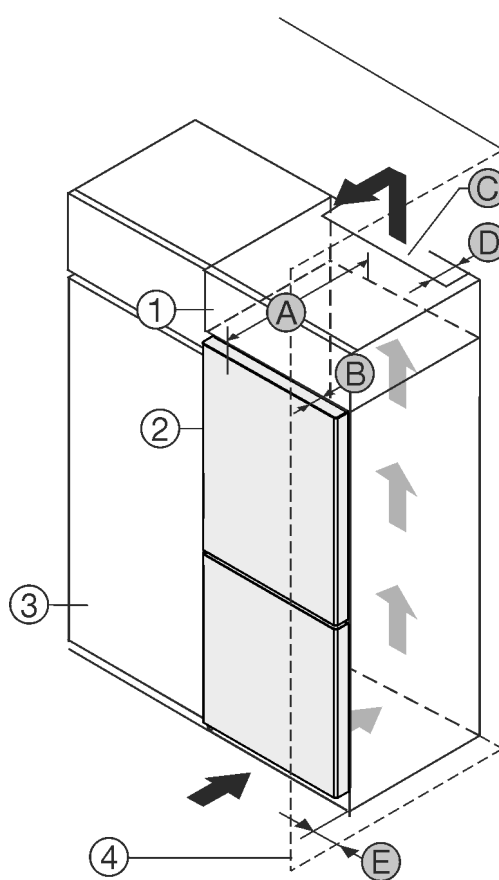

Fig. 1
Můžete přístroj nainstalovat přímo vedle kuchyňské skřínky Fig. 1 (3)*
Na zadní straně nastavné skřínky musí být větrací šachta hluboká Fig. 1 (D) přes celou šířku nastavné skřínky.*
Pod stropem místnosti musí být dodržen ventilační průřez Fig. 1 (C)*
Když přístroj instalujete závěsy vedle stěny Fig. 1 (4), musí být vzdálenost mezi přístrojem a stěnou minimálně 13 mm.*
Když přístroj instalujete závěsy vedle stěny *Fig. 1 (4)*, musí být vzdálenost mezi přístrojem a stěnou minimálně 20 mm.*
Aby bylo možné dvířka plně otevřít, musí přístroj přesahovat o hloubku dvířek *Fig. 1 (B)* vůči přední linii kuchyňské skříňky. V závislosti na hloubce kuchyňských skříněk *Fig. 1 (3)* a použití vymezovačů odstupu od stěny může přístroj vyčnívat dále.*